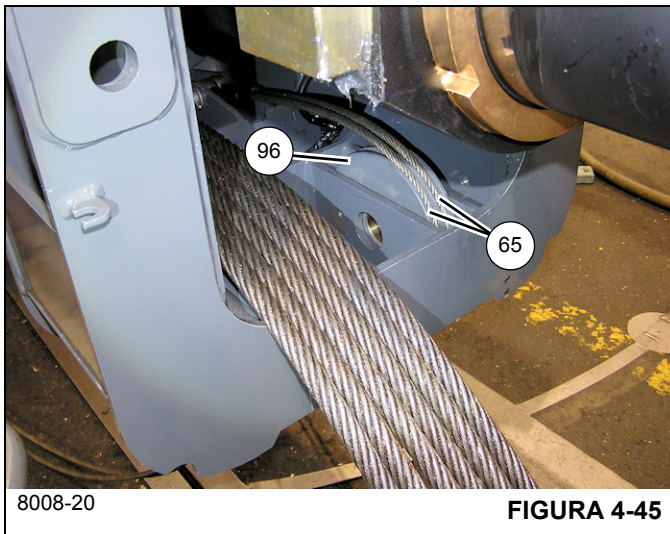

FIGURA 4-45
- 73. Passe os dois cabos de retração do telescópio 3 (65) através dos furos no telescópio 2 (3) e em torno do conjunto da polia (96) (lados esquerdo e direito); certifique-se de que os cabos não se cruzem uns com os outros (consulte a Figura 4-45).